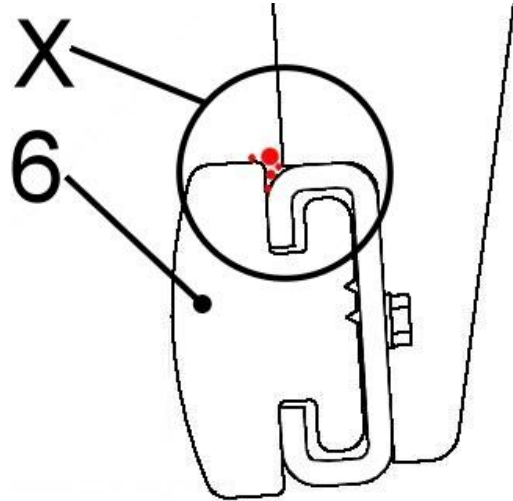

Abb. 2
Regelmäßige Kontrolle auf **Schmutz** (z.B. kleine Steinpartikel) im oberen Bereich (siehe Punkte Bildausschnitt „X“ in Abb. 2) der Gummigreifbacken (6)